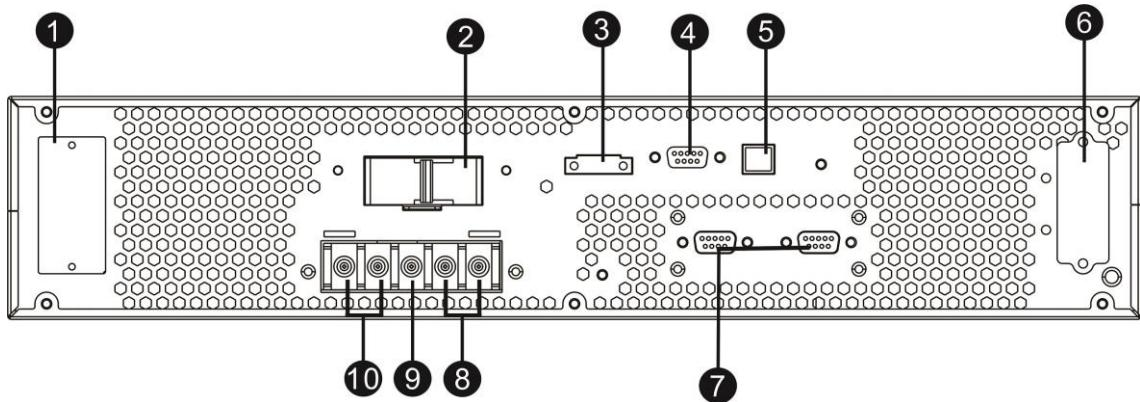
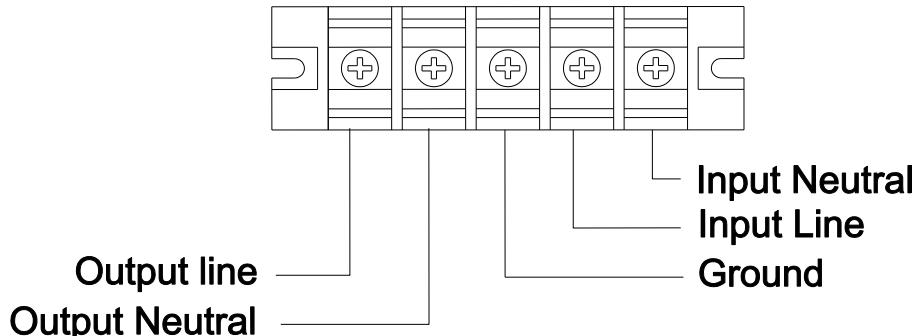

Figura 4 - Vista Retro EVO DSP PLUS 6.0 RM - EVO DSP PLUS 10.0 RM
Figura 5 - Morsettiera d'Ingresso/Uscita
1. L'interruttore Ingresso Rete dell'unità UPS sia "OFF" (vedi figura 4).
2. L'interruttore Batterie dell'unità Box Batterie sul retro sia "OFF" (vedi figura 4).
1. Togliere il pannello metallico di accesso alla morsettiera d'Ingresso/Uscita, posto in basso sul retro (vedi figura 4). La morsettiera d'Ingresso/Uscita è illustrata in figura 5. Tutti i cavi che verranno collegati alla morsettiera devono arrivare alla morsettiera entrando dagli appositi fori sul pannello metallico.
2. Procedere al collegamento della linea d'Ingresso (FASE, NEUTRO e TERRA) facendo attenzione alla corretta polarità e alla corrispondenza con le sigle dei morsetti riportate in figura 5, come spiegato sotto:
- ▶ Rimuovere il coperchio metallico del connettore Batterie dell'unità UPS (#9, figura 4).
- ▶ Rimuovere il coperchio metallico del connettore Batterie dell'unità Box Batterie (#15 o #16, figura 4).
- ▶ Collegare la presa d'Ingresso rete dell'unità Box Batterie (#13, figura 4) alla linea elettrica, per permettere la ricarica delle batterie interne al box.
1. Installare e cablare gli UPS secondo la **Figura 5**.
1. Portare l'interruttore Batterie dell'unità Box Batterie in posizione "ON" (vedere figura 4).
2. Controllare che l'interruttore Ingresso Rete dell'unità UPS sia in posizione "OFF" (vedere figura 4).